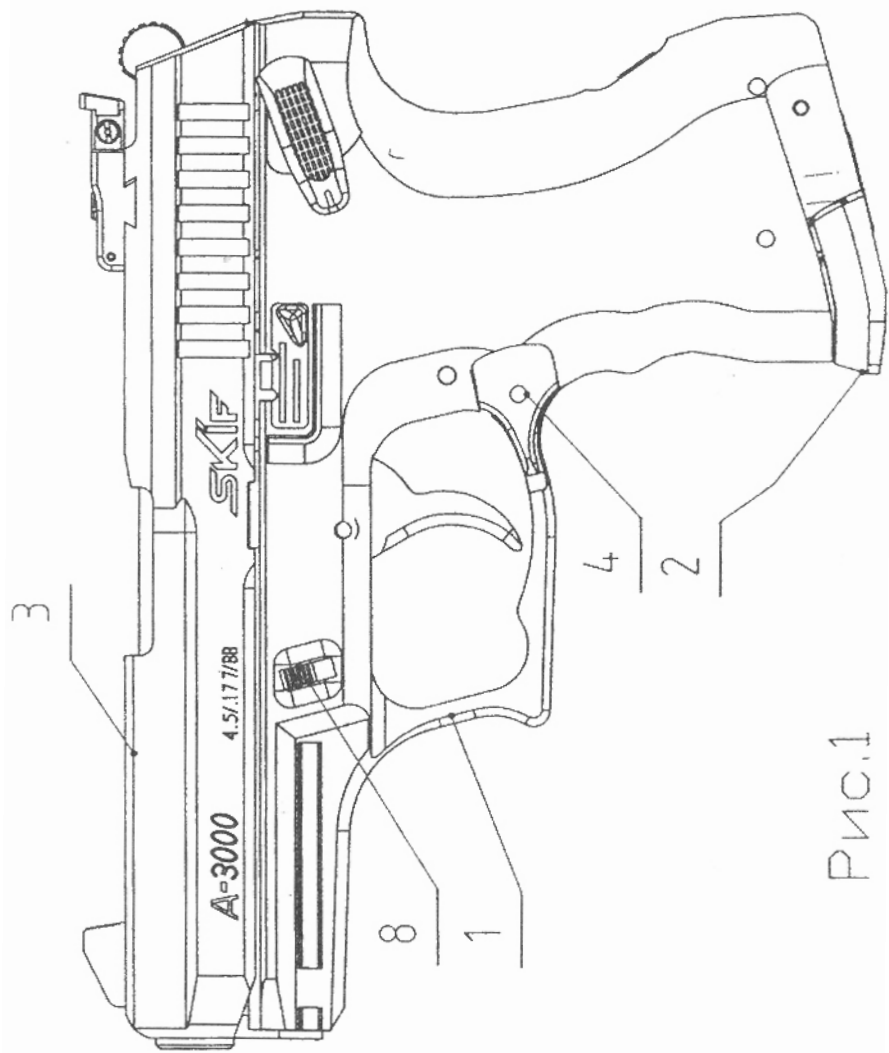
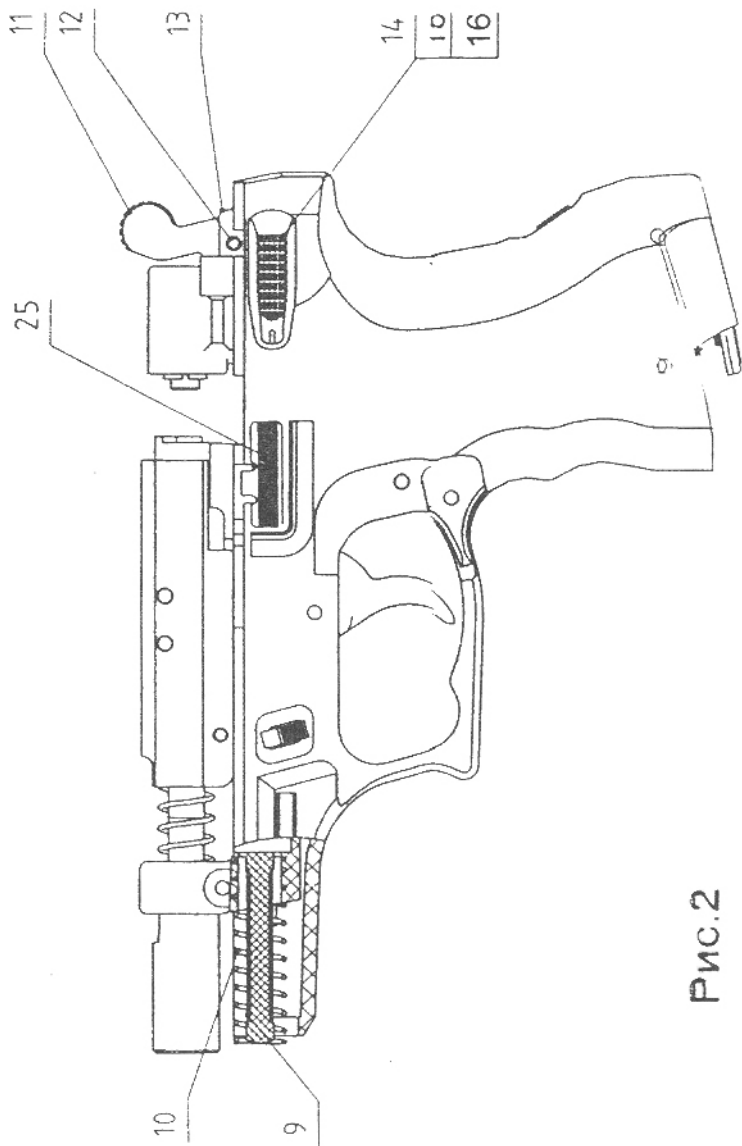

Рис.1
Рис.2
1. Взвести курок поз. 11 и надеть коробку поз.3 на корпус поз.1, установив стержень поз.9 и пружину поз.10 (см. рис.1 и рис.2).
2. Поднять кнопки поз.7 и поз.8 (см рис.1 и рис.4) в верхнее положение. При этом положении кнопок при перемещении коробки в крайнее заднее положение она не должна сниматься.